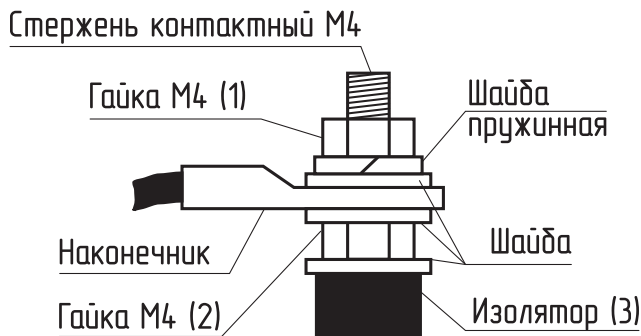

Рис.18 Присоединение проводов к выводам блок ТЭН
- При замене блок ТЭН присоединение фазных проводов к выводам блок ТЭН производить согласно **Рис.18**. Сечение кабеля указано в **таблице 1 и 2**;
- Провод нейтрали «N» подключить на перемычку блока ТЭН (**Рис.18**).